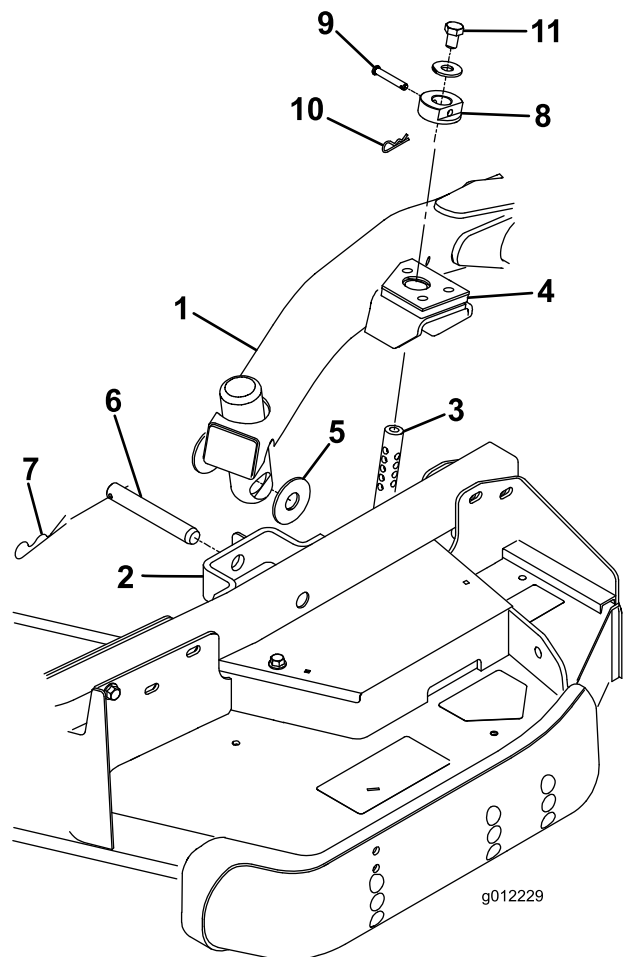

Figura 26
4. Desloque a alavanca de elevação para a posição Suspensa. Empurre um braço de elevação para baixo até que os furos no braço fiquem alinhados com os furos do suporte do braço da roda giratória e a haste de altura de corte possa ser inserida nas pastilhas do braço de elevação (Figura 26).
5. Prenda o braço de elevação ao braço da roda giratória com (2) anilhas de encosto, um passador de forquilha e um pino de gancho. Posicione as anilhas de encosto entre o braço de elevação e o suporte do braço da roda giratória (Figura 26). Insira a extremidade do gancho na ranhura da patilha do braço da roda giratória para fixar o contrapino.
gancho (Figura 26). A cabeça do passador de forquilha deve ser posicionada virada para a frente da plataforma.
10. Instale um parafuso (1/2 x 3/4 pol.) e uma anilha na parte superior de cada vareta da altura de corte (Figura 26).